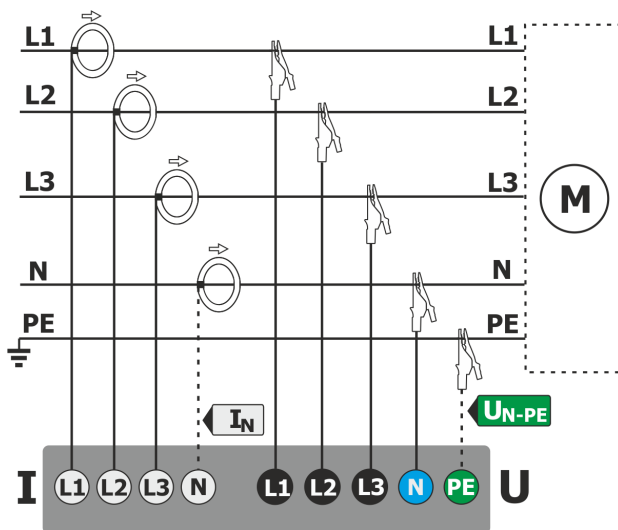

Fig. 60. Esquema de conexión - sistema trifásico de 4 hilos, trifásico de 4 hilos sin U L2 ($2\frac{1}{2}$ elementos).
- sistema trifásico de 4 hilos, trifásico de 4 hilos (sin U L2) (Fig. 60),
*Para calcular correctamente la potencia aparente total S_e y el factor de potencia total PF en el sistema trifásico con 4 conductores, es necesaria la medición de corriente en el conductor neutro. En tal caso siempre es necesario activar la opción **Registrar la corriente en el conductor N** y conectar cuatro pinzas como se muestra en la Fig. 60. Más información sobre la potencia aparente total S_e se puede encontrar en el documento "Calidad de alimentación – manual".*